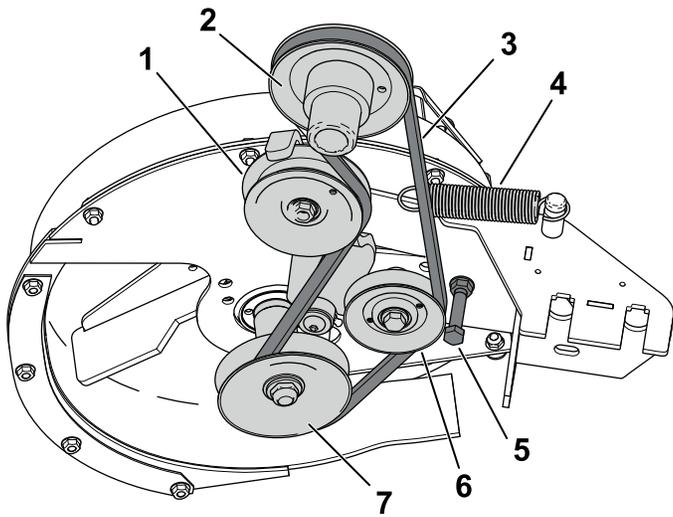

Bild 56
3. Lösen oder Entfernen Sie die Riemenführung (Bild 56).
4. Ziehen Sie an der gefederten Spannscheibe, um die Riemenspannung zu lösen (Bild 56).
- Legen Sie den neuen Riemen um die Riemenscheibe am Gebläse (Bild 56).
- Ziehen Sie die Riemenführung fest oder setzen Sie diese ein (Bild 56).